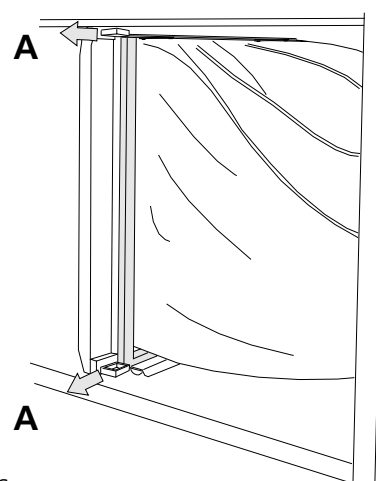

Fig 6
- Træk ud i håndtagene (A i Fig 6) ved filterfastgørelsens over- og underkant, så den excentrisk styrede liste åbnes.